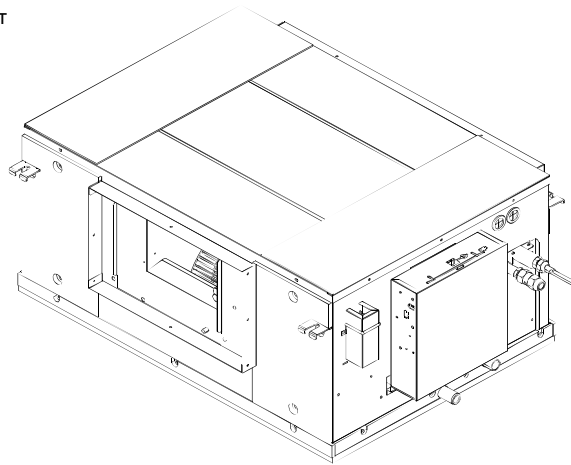

Рис. 4-11
1. Общий вид блока показан на рис. 4-11.